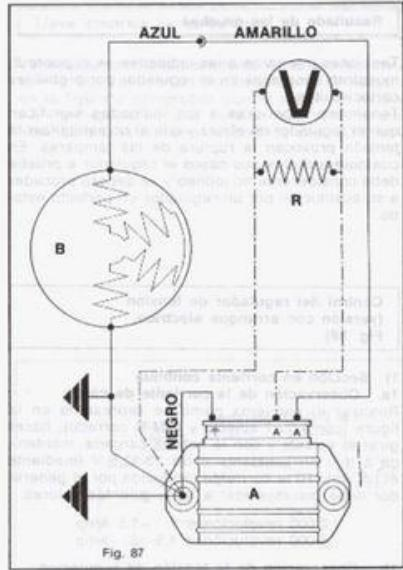

Fig. 87
### Control del regulador de tensión (versión sin arranque eléctrico, Fig. 87)
- 1) Quitar del vehículo que se está utilizando para la prueba el regulador de tensión preexistente y montar (ver esquema de uniones de la Fig. 87) el que se ha de controlar, pero sin unir el terminal que une los cables grises, excluyendo de este modo las cargas de la lámpara, que podría fundirse en caso de regulación defectuosa.